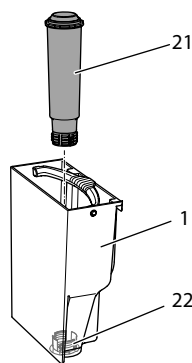

Fig. 15: Iskruning/udskrining af vandfilter
- Fjern vandfilteret (se Fig. 15 på side 175).
9. Sæt et nyt filter ind i vandbeholderen (se Fig. 15).
3. Fjern vandbeholderen (se Fig. 15).